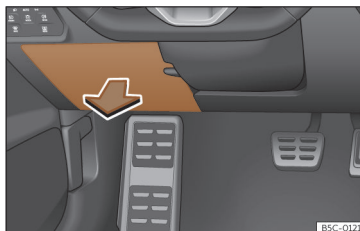

Fig. 52 En el tablero de instrumentos del lado del conductor: tapa de la caja de fusibles.
- **Abrir:** abata la cubierta hacia abajo >>> **fig. 52.**